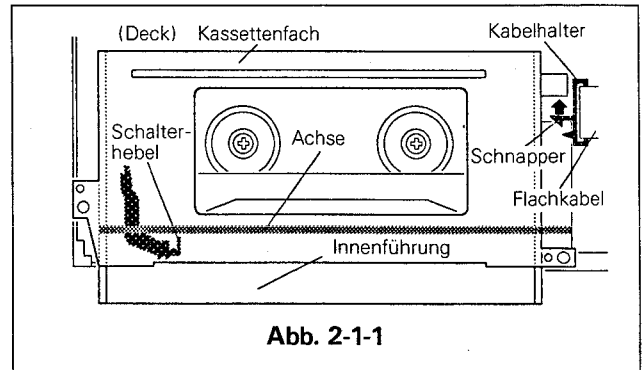

Abb. 2-1-1
#### 2-1-1 Ausbau (siehe Abb. 2-1-1, 2-1-2)
- Den Kabelhalter am Kassettenfach lösen und entfernen. (Siehe Abb. 2-1-1)
#### 2-1-2 Einbau (siehe Abb. 2-1-1 ~ 2-1-3)